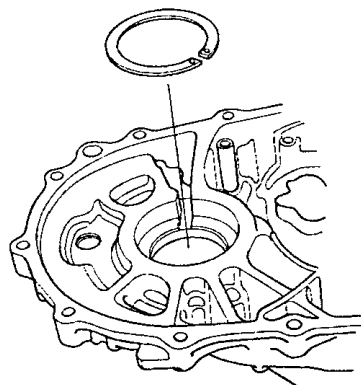

图 4-125 安装 72mm 调整垫片
1) 如图 4-125 所示，安装 72mm 调整垫片。规格与拆卸的一样。